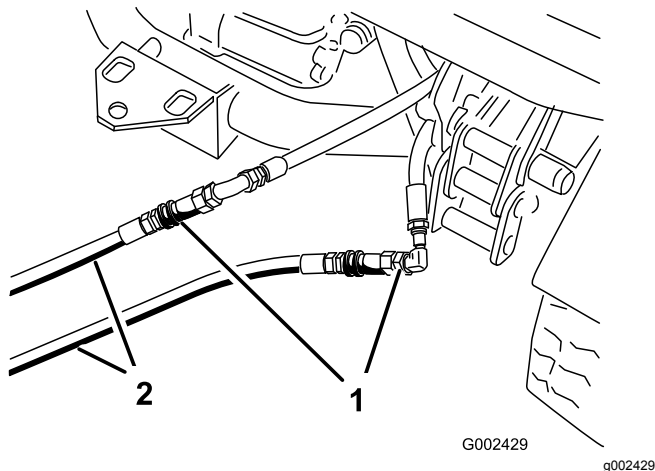

図 70
3. 故障しているワークマンのカップラホースに、救援用ホース 2 本を接続する 図 70。